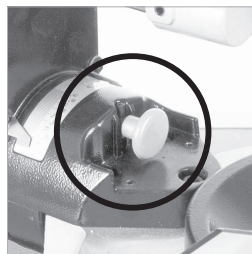

Fig. 17
- Saque el seguro de bisel derecho y gírelo un cuarto de vuelta para mantenerlo desenclavado. De este modo dispondrá de acceso a los ángulos de biselado derechos. **(Fig. 17)**